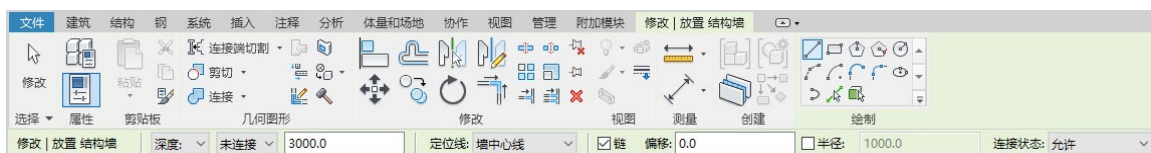

图 9-1 “修改 | 放置 结构墙”选项卡和选项栏
(1) 打开 5.1.2 节绘制的轴网文件，单击“结构”选项卡“结构”面板中的“墙”下拉列表中的“墙：结构”按钮，打开“修改 | 放置结构墙”选项卡和选项栏，如图 9-1 所示。